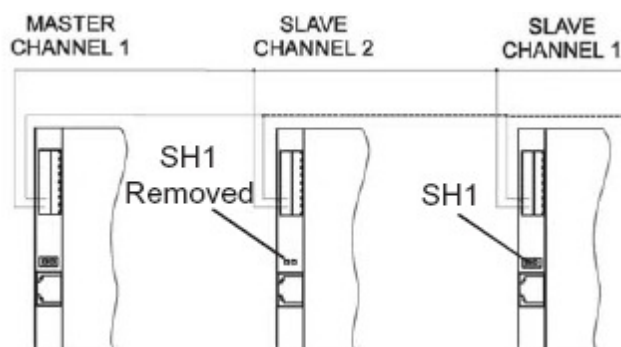

FIGURA 2-8 (Ver la tabla 6-4 para lista de piezas)
- 4 Utilice el cable de sincronismo (18 a 24 gauge, de 2 conductores) entre las unidades. Conéctelos tal y como se ve en la figura 2-8
- 5.Menos en el ultimo equipo, el puente SH1 que se encuentra en la placa controladora, tiene que ser retirado. (Ver figura 2-8)
9. Ajuste las demás unidades a CHANNEL 2 y canal 1 como se indica en la figura 2-8.